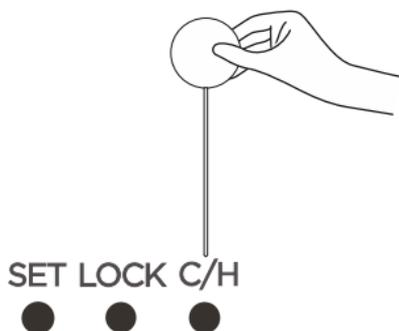

Abb. 3.18
- 1) Drücken Sie ● im Modus nur Kühlen, um zum Modus Kühlen und Heizen zu wechseln. (Siehe Abb. 3.18.)